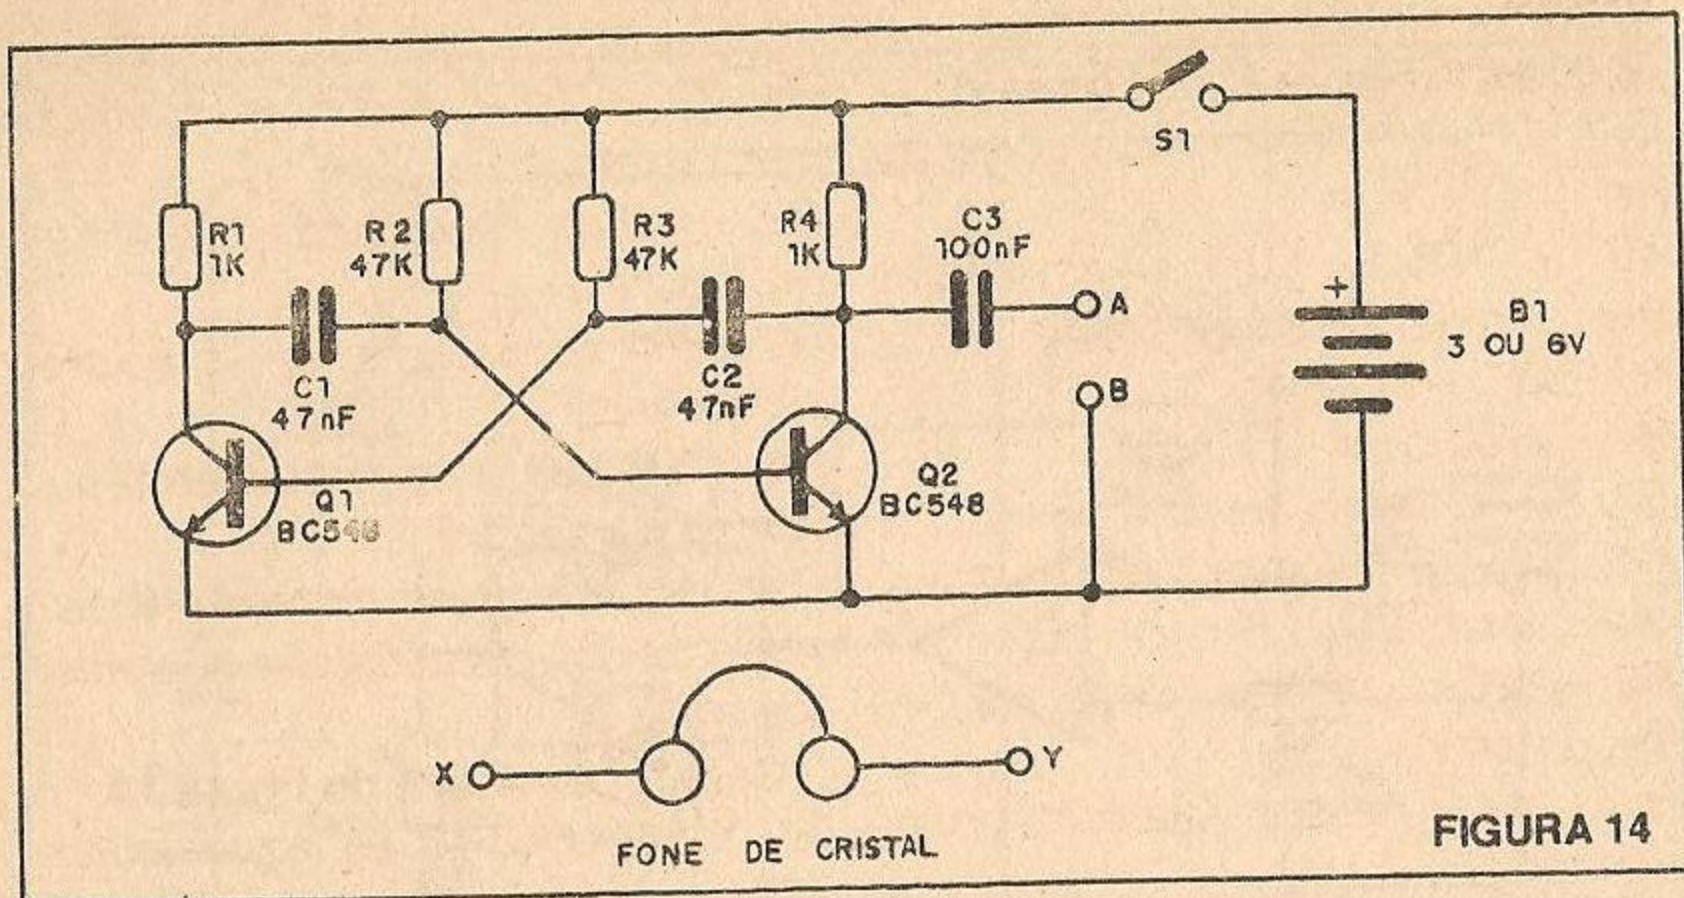

FIGURA 14
**f) Gerador de áudio da figura 14:**